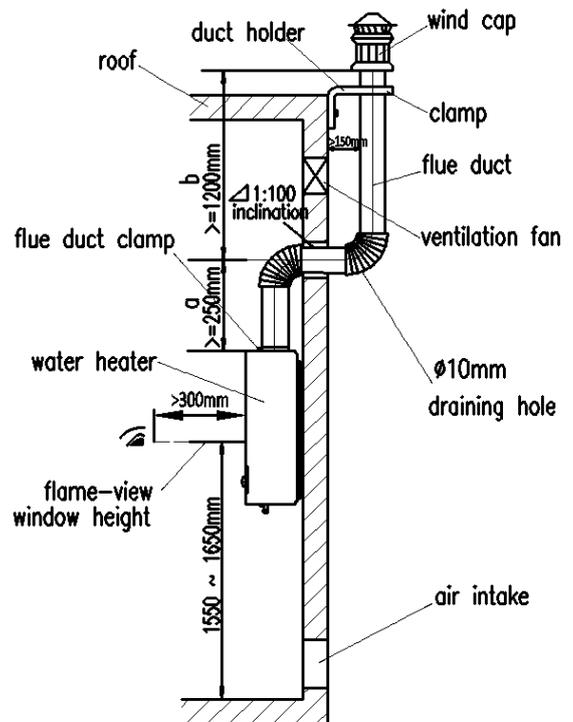

Fig.8
Poiché questo apparecchio è del tipo a condotto di scarico, è necessario installare il condotto di scarico (Fig. 8). I requisiti dettagliati sono i seguenti:
- L'uscita del condotto di scarico deve essere dotata di un tappo antivento, che non deve essere ostruito. Per evitare l'intasamento del condotto, è necessario installare rigorosamente il condotto di scarico secondo la Fig.8. È molto importante mantenere la dimensione di $1450 \text{ mm} \leq a + b \leq 1850 \text{ mm}$. La tenuta del collegamento del condotto di scarico deve essere buona. Dopo l'installazione del condotto, verificare che l'apparecchio possa funzionare normalmente. Se il condotto di scarico deve attraversare materiali o pareti combustibili, è necessario utilizzare il materiale di protezione termica per imballare il condotto di scarico con uno spessore superiore a 20 mm.
- Per lo scarico dei prodotti della combustione è necessario installare un condotto di scarico come illustrato nella Fig. 8, in modo da mantenere pulita l'aria all'interno del locale.
Durante l'accensione, tenere gli occhi lontani dalla finestra di visualizzazione della fiamma a una distanza minima di sicurezza di 300 mm (Fig. 8).